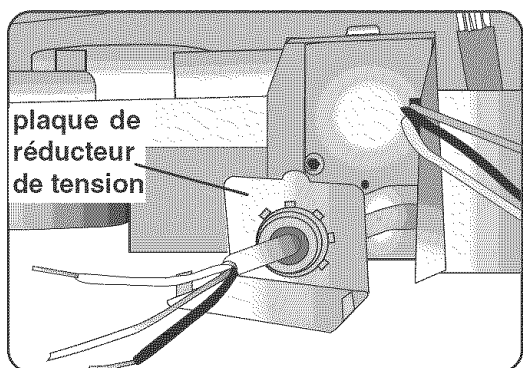

Figure 27
- 2) Passer le câble d'alimentation par le réducteur de tension, figure 27. Laisser 3 à 4 po de fil isolé sortir de la plaque de réducteur de tension.